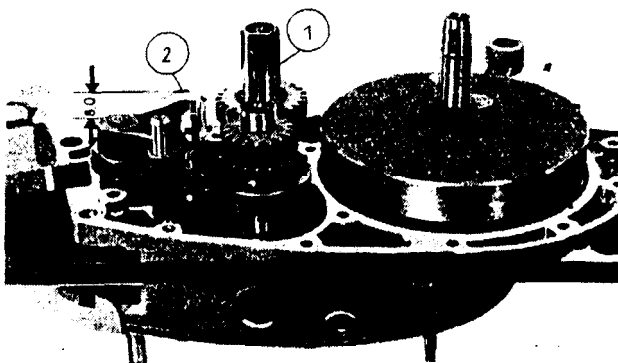

Bild 38
Die Kupplungswelle muß leichtgängig sein. wenn nicht, dann mit dem Plastikhammer die Welle (1) 0,2 mm vor- und mit einem Kupferdorn (durch das Schaftrad) wieder zurückschlagen. Jetzt muß das auf Bild 38 gezeigte Axialspiel zwischen der Stirnseite des Nutprofils der Kupplungswelle und dem Schaftrad vorhanden sein.
Leuchtet die grüne Kontrolllampe (bei eingebautem Motor) nicht auf, dann die Klemme am Zuleitungskabel lösen und das von der Kontrolllampe kommende Kabelende an Masse legen. Leuchtet die grüne Lampe nicht auf, so ist die Zuleitung oder die Glühlampe defekt. Leuchtet sie jedoch auf, dann liegt der Fehler am Kontaktschalter: das Kontaktblech hat weniger Abstand als erforderlich (Bild 38). Von Außenkante Gehäuse bis Oberkante Kontaktblech sind 12,5 mm vorgeschrieben. Bei Bedarf mit einer gekröpften Fahrrad- oder Motorradspeiche das Kontaktblech auf das erforderliche Maß heranziehen (dazu muß natürlich das Getriebe auf Leerlauf stehen).